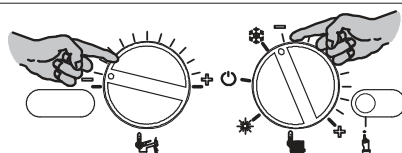
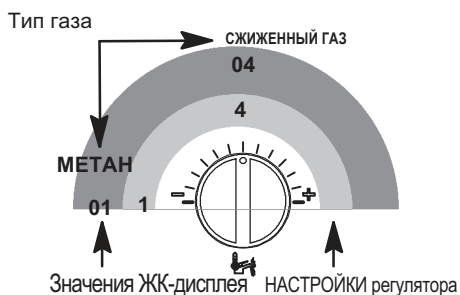
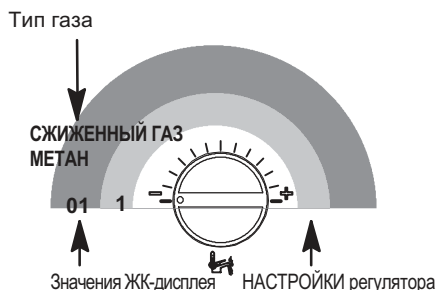

Рисунок 8.2
Рисунок 8.7
Рисунок 8.11
- Установите переключатель функций 4 и регулятор температуры горячего водоснабжения 3 так, как показано на следующем рисунке (см. Рисунок 8.2).
- Чтобы настроить тип газа, войдите в режим программирования, нажав и удерживая в течение 15 с кнопку сброса 5 (Рисунок 8.2), пока на ЖК-дисплее не появится параметр P01. На ЖК-дисплее последовательно отобразятся следующие символы (параметр P01 будет загораться поочередно с -- --).
- Нажмите кнопку сброса 5 (Рисунок 8.2) и пролистайте параметры до P05, предназначенного для настройки типа газа. На ЖК-дисплее последовательно отобразятся следующие символы (параметр P05 будет загораться поочередно с 01).
Пример: если котел будет питаться сжиженным газом (G30-G31), но настроен на питание метаном (G20), установите регулятор 3 (Рисунок 8.2) так, как показано на следующем рисунке (Рисунок 8.7).
- Нажмите кнопку сброса 5 (Рисунок 8.2) и пролистайте параметры до P06, предназначенного для настройки типа газа (второго уровня). На ЖК-дисплее последовательно отобразятся следующие символы (параметр P06 будет загораться поочередно с 01).
снабжения 3 (Рисунок 8.2) и установите его в выбранное положение (см. также Рисунок 8.11).